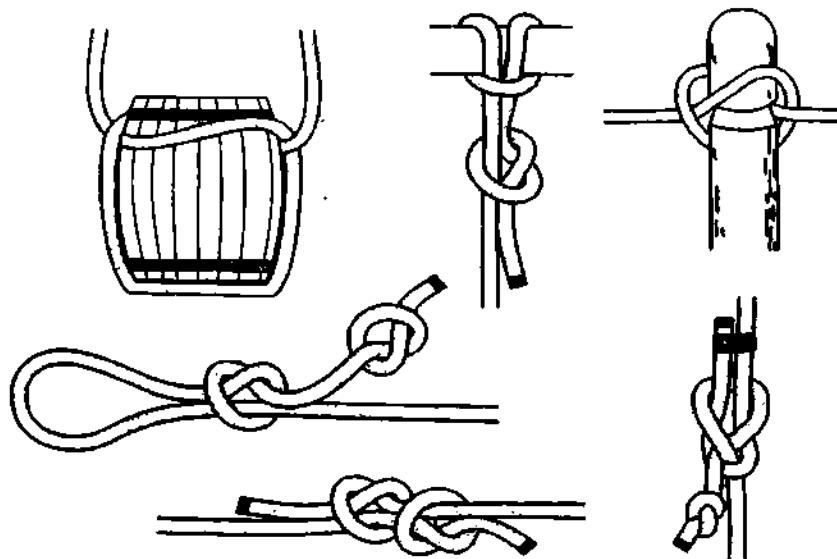

Рис. 70. Простой узел как вспомогательный узел или как конструктивный элемент других узлов.
**ничий, питонов, мешочный, гафельный узлы, в дубовую и ездовую петли и др. узлы (рис. 70).**